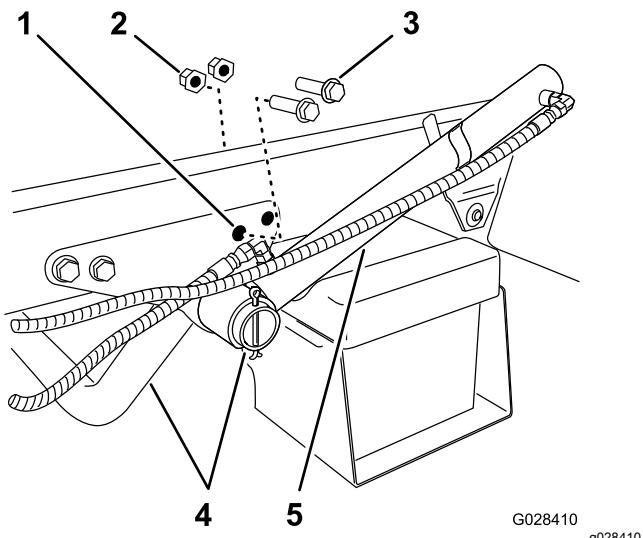

Figura 8
1. Rimuovete i 2 bulloni a testa flangiata posteriori e i 2 dadi di bloccaggio flangiati che fissano la staffa di supporto per il tubo del motore al telaio della macchina (Figura 8).
2. Ruotate il cilindro di sollevamento per avere spazio libero a sufficienza per installare la staffa di fissaggio per il telaio di supporto del serbatoio (Figura 8).